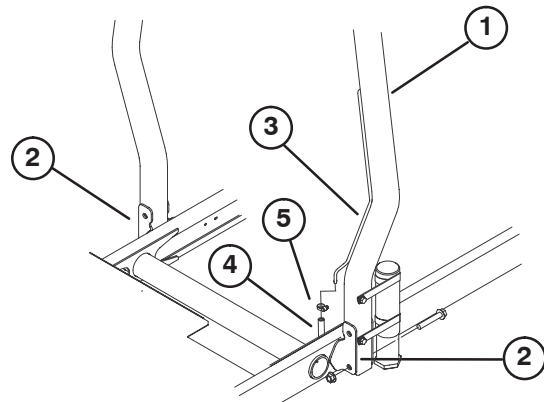

Figure 7
2. Fixez chaque côté de l'arc de sécurité aux supports de montage avec (2) vis à collerette et contre-écrous (Fig. 7). Serrez les fixations à 81 Nm.